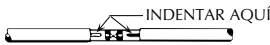

Figura 3
- Usando tenazas de plegar (Figura 5), indente las salientes del conector de tope (ver Figura 3).